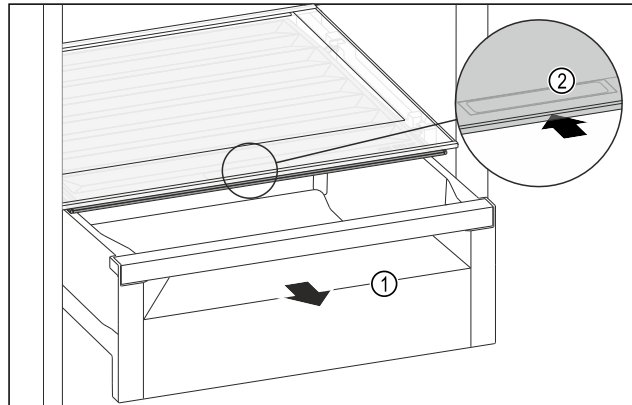

Fig. 140
- ▶ Извлеките выдвижной ящик Fig. 140 (1).
- ▶ Возьмитесь за утопленную ручку Fig. 140 (2) на крышке отделения и одновременно введите крышку отделения назад.